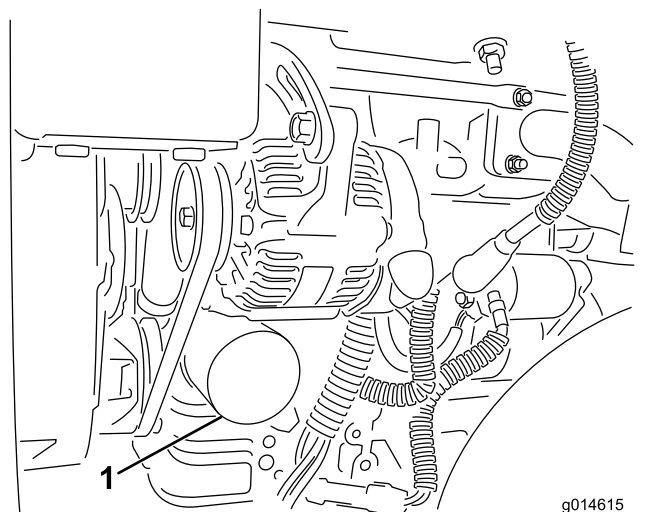

Figure 42
2. Déposez le filtre à huile (Figure 42). Appliquez une fine couche d'huile sur le joint du filtre de rechange.